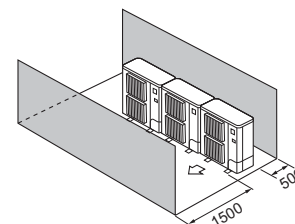

Fig. 3-14
- ④ Obstacles uniquement à l'avant et à l'arrière (Fig. 3-14)